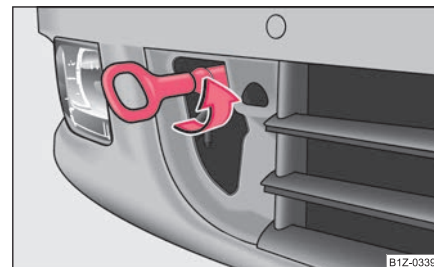

Fig. 232 Paragolpes delantero: montaje de la argolla de remolque
- Enroscar la argolla de remolque a mano hacia la izquierda hasta el tope ⇒ fig. 232 y apretarla con la llave de rueda (insertar la llave de rueda a través de la argolla).